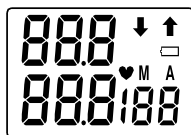

Рис.1
3. На дисплее кратковременно высветятся все символы (рис. 1), прозвучат два коротких звуковых сигнала и прибор начнет автоматически нагнетать воздух в манжету.